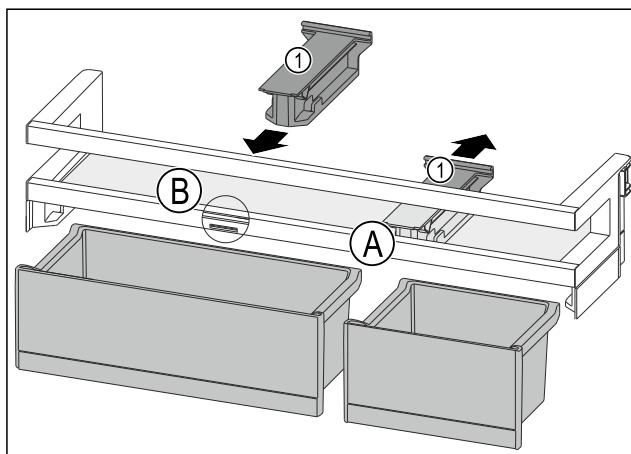

Fig. 80
- Снимите крепление Fig. 80 (1) в позиции Fig. 80 (A), отодвинув его назад.
- Установите крепление Fig. 80 (1) в позиции Fig. 80 (B).